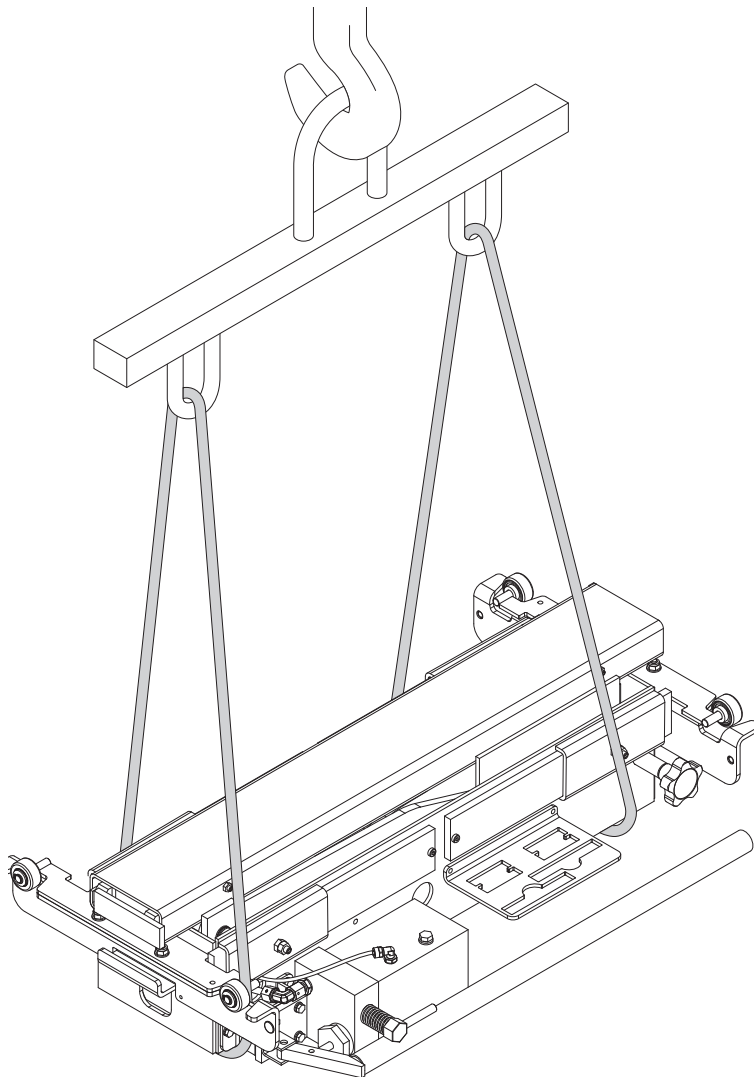

Fig. 2
- sollevare la macchina mediante l'uso di gru posizionando le brache come indicato in **Fig. 2**;
- lift the machine using a fork-lift truck (crane), positioning the forks as shown in **Fig. 2**;
- die Einrichtung mit einem Kran anheben, dabei die Seile gemäss **Abb. 2** anlegen.
- soulever la machine avec un chariot élévateur (grue) en positionnant les bras comme indiqué à la **Fig. 2**;
- elevar la máquina con grúa colocando las eslingas como se indica en la **Fig. 2**;